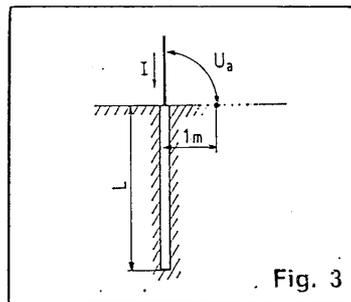

Fig. 3
■ Pour contact avec des piquets d'assez grande longueur (fig. 3), la tension de